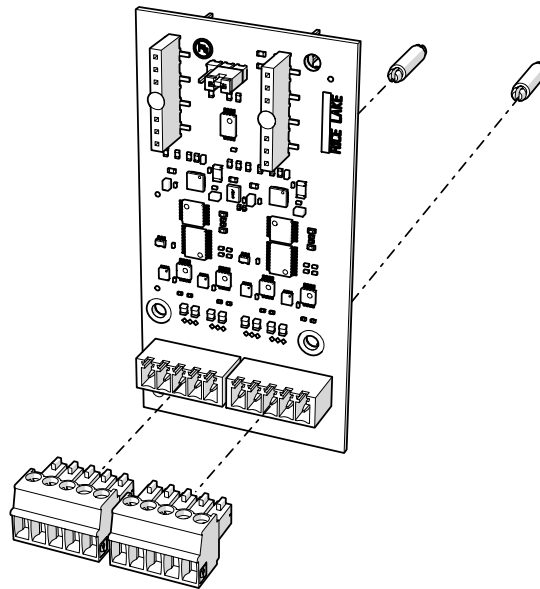

Figura 1. Juego de tarjeta opcional serial dual
La Figura 1 y la Tabla 1 muestran las piezas incluidas en el juego de tarjeta opcional serial dual:
2. Abra la carcasa como se indica en el manual técnico del indicador (n.º de ref. 204533).
3. Conecte los dos separadores a la placa de tarjeta opcional como se ilustra en la Figura 1 en la página 1.